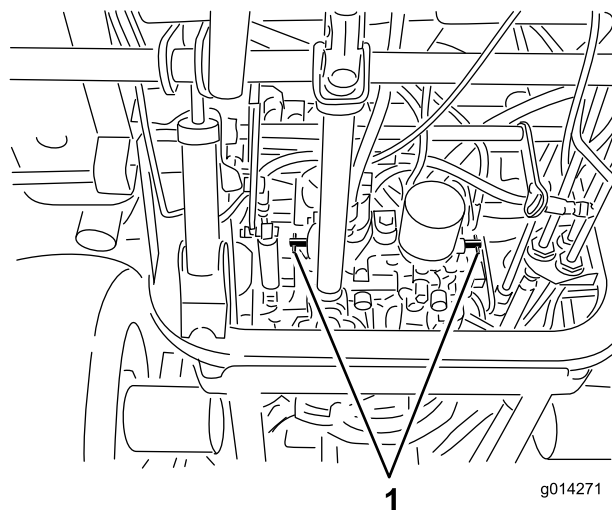

Figure 44
4. Tournez chaque vanne de dérivation d'un tour dans le sens anti-horaire (Figure 44).
Tournez chaque vanne de dérivation d'un tour dans le sens horaire et serrez-les à la main. Serrez-les à 8 N·m (71 po-lb) environ; voir Figure 44.